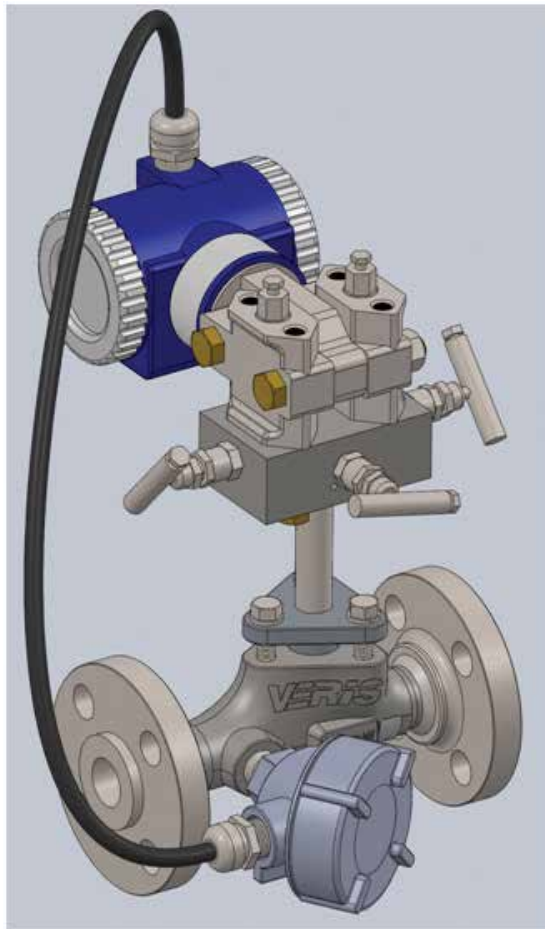

Figure 11. Sens de la boîte de connexion, du câble et de l'émetteur de la sonde (le cas échéant)
- Enfoncez les fils de la sonde RTD dans la boîte de connexion et vissez la boîte sur le puits thermométrique dans le sens indiqué dans la figure 11.